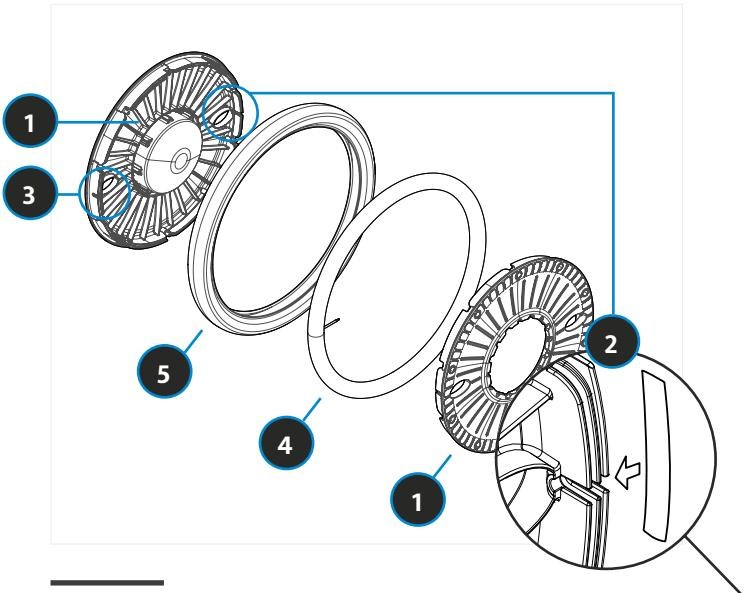

BILD 59 KONTROLLE KLEBEBANDABDICHTUNG
- ▶ Kontrolle: Klebeband auf der gegenüberliegenden Seite der Felge (nicht beim Ventil) überprüfen! (Siehe Bild 59)